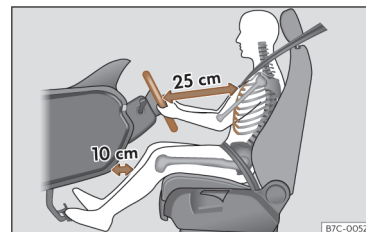

**Fig. 15** A separação correta entre o condutor e o volante deve ser de 25 cm no mínimo (10 polegadas).
- Ajuste o volante de modo a ficar a uma distância de, pelo menos, 25 cm (10 polegadas) do esterno >>> **Fig. 15** e a poder segurá-lo com ambas as mãos pelos lados, pela parte exterior, com os braços ligeiramente fletidos.